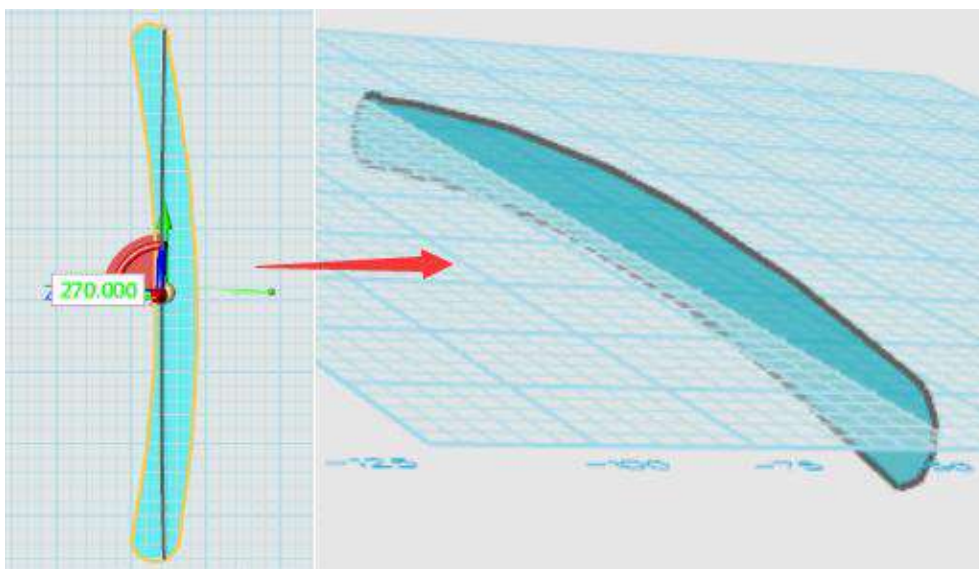

图 1-9
Step 9 选择移动命令基本编辑  中的  移动命令，选择动态移动 ，将草图进行动态移动，将其竖立垂直，如下图 1-9 所示：